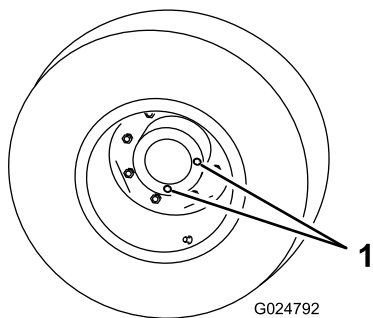

Рисунок 73
1. Поставьте машину на горизонтальную поверхность и расположите колесо так, чтобы одна из контрольных/сливных пробок находилась в самом нижнем положении ("6 часов") (Рисунок 73).